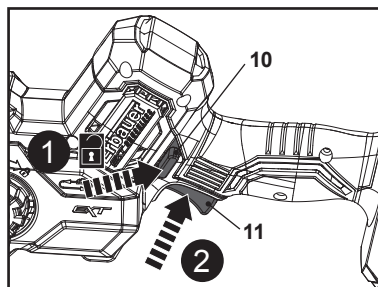

Fig. 17
1. Appuyer sur le bouton de déverrouillage (10) et le maintenir enfoncé (Fig. 17, étape 1).
2. Appuyer sur l'interrupteur marche/arrêt (11) pour mettre le produit sous tension (Fig. 17, étape 2). Relâcher ensuite le bouton de déverrouillage (10).
3. Relâcher l'interrupteur marche/arrêt (11) pour mettre le produit hors tension.